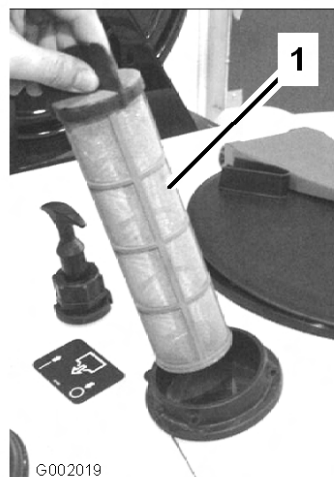

Figura 63
4. Retire el filtro de aspiración del orificio (Figura 63).